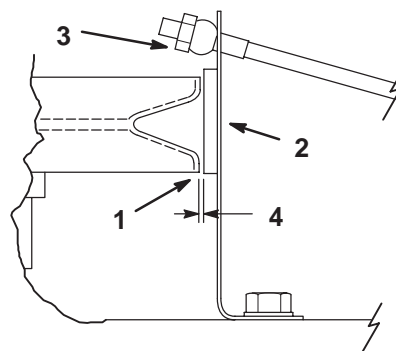

Bild 30
3. Messen Sie mit einer Fühlerlehre den Abstand zwischen dem unteren Flansch der (3) Messerriemenscheiben und der Bremsbacke (Bild 30). Stellen Sie die Klemmmutter an den Bremsstangen ein, um einen richtigen Abstand von 0,5 bis 1,5 mm zu erhalten (Bild 30).